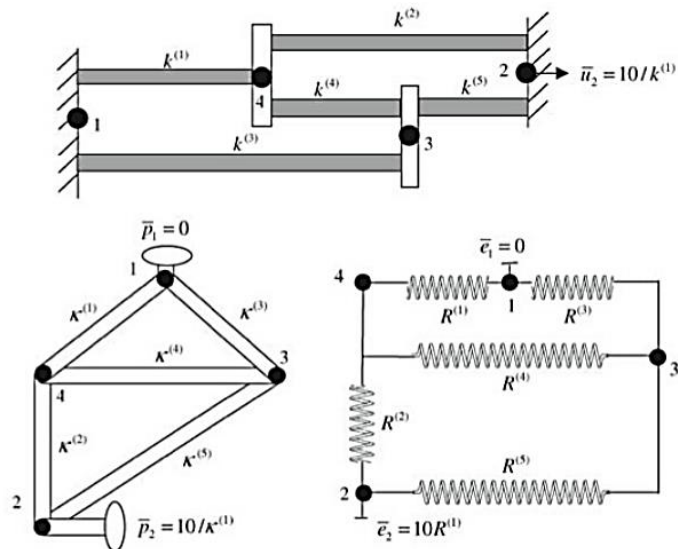

Figura 2.11 Exemplo 2.2: sistemas mecânico, elétrico e hidráulico com uma estrutura de rede idêntica.
2) Prepare as equações discretas para os sistemas mostrados na Figura 2.11 e resolva-as. Observe que todos os três sistemas mostrados na Figura 2.11 têm a mesma topologia básica, isto é, a mesma relação entre nós e elementos.